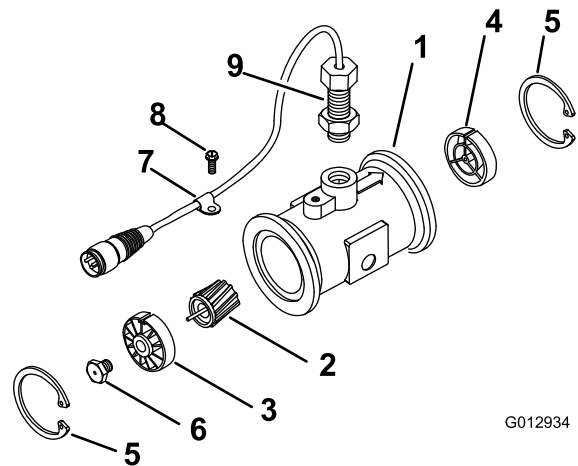

Figura 86
3. Retire el anillo de sujeción del lado "aguas arriba" (Figura 86).